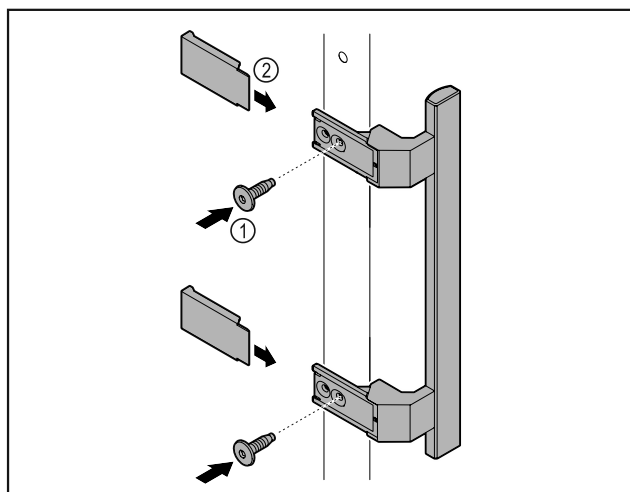

Fig. 2
- ▶ Madlo z příloženého příslušenství upevněte na dveře pomocí příložených šroubů Fig. 2 (1).
- ▶ Nasad'te kryt Fig. 2 (2).